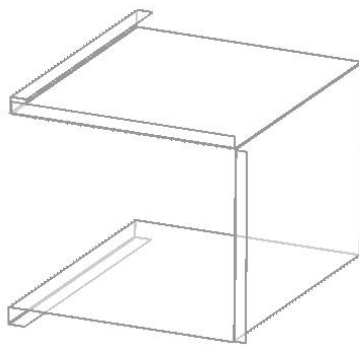

图 11-200 创建弯边特征 2
(6) 在“弯边”对话框中，单击  按钮，创建弯边特征 2，如图 11-200 所示。